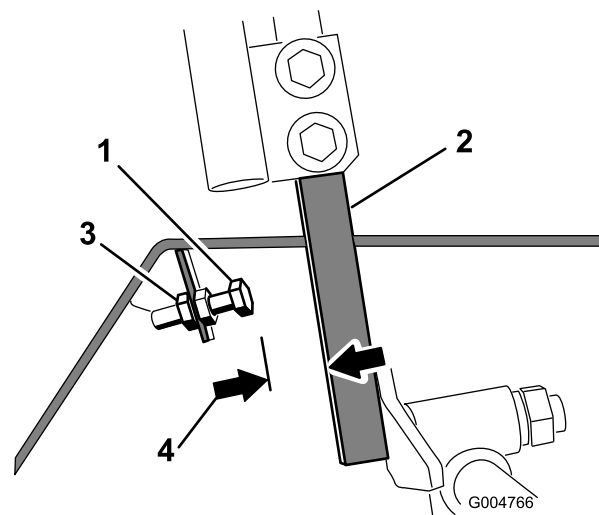

Figura 58
4. Allentate il controdado sul bullone di fermo di una leva di controllo (Figura 58).